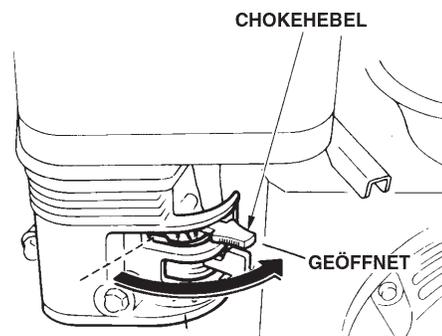

Abbildung 11. Chokehebel des Motors (Offen)
4. Den **Choke-Hebel** (Abbildung 11) in die Stellung „**OFFEN**“ bringen, wenn der Motor beim Anlassen **warm** ist oder wenn die **Umgebungstemperatur warm** ist.
- Nach dem Anlassen des Motors den Chokehebel (Abbildung 11) langsam in die Stellung **OFFEN** zurück bringen. Wenn der Motor nicht angesprungen ist, die Schritte 1 bis 6 wiederholen.